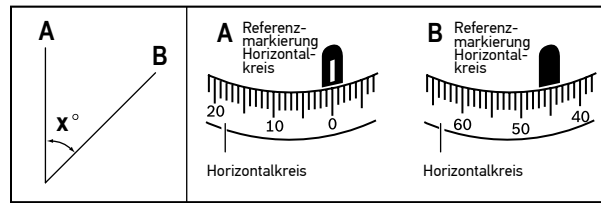

Abbildung 6
- Fokussieren Sie das Instrument auf die Latte A. Drehen Sie den Horizontalkreis (2), bis die Markierung "0" mit der Referenzmarkierung (3) übereinstimmt (Abb. 6).
- Fokussieren Sie das Instrument auf die Latte B. Notieren Sie die Winkelmessung der Referenzmarkierung (3) des Horizontalkreises (Abb. 6).
Der Winkelwert in Abbildung 6 ist  $45^\circ$ .
- Enfoque el instrumento en la barra A. Gire el círculo horizontal (2) hasta que la marca "0" quede alineada con la marca de referencia (3) (fig. 6).
- Enfoque el instrumento en la barra B. Anote el valor de ángulo que la marca de referencia (3) indica en el círculo horizontal (Fig. 6).